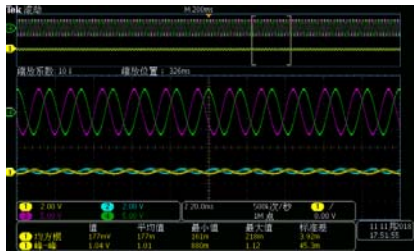

图3 空载波形
1) 系统空载运行测试，现场使用 TEK 示波器测试波形，其中 1、2 通道表示电流，3、4 通道表示电压。空载波形如图 3 所示。